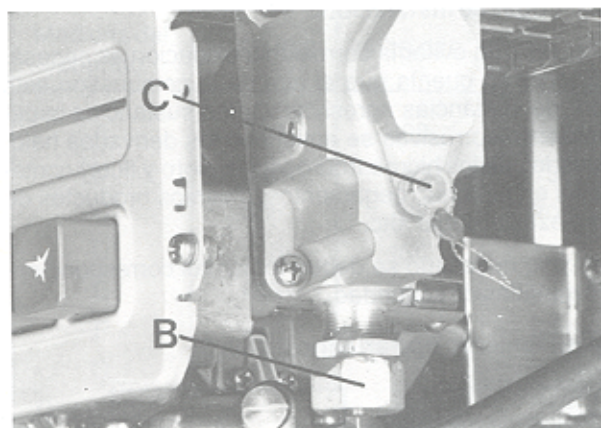

Figura 6
1. Extraer el tornillo regulador de gas (C figura 6) hasta que quede a una distancia de aproximadamente 8 mm del borde.
2. En el estrangulador (62) regular para un caudal de agua de 5 l/min, estando la válvula de toma de agua totalmente abierta.
3. Ajustar el tornillo regulador (B) para una temperatura de salida de 62° C.
6. Quitar el capuchón del tornillo regulador C (figura 6). Regular el citado tornillo C a la presión de boquilla (mbar) indicada en la tabla de la página 8. Si dicha presión de boquilla no es alcanzada, deberá controlarse la presión de conexión según II. 9.